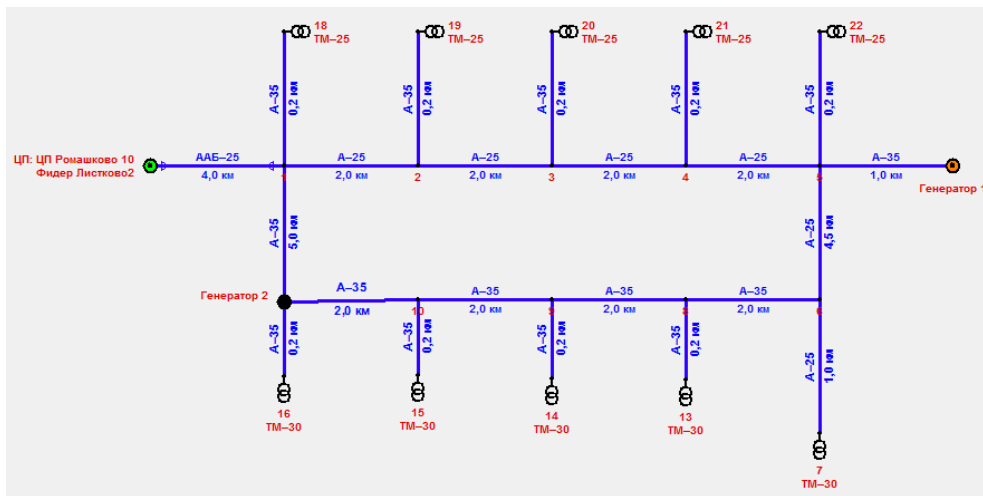

Рис. 2.93. Пример сети с несколькими источниками питания
- сети с несколькими источниками питания (рис. 2.93).